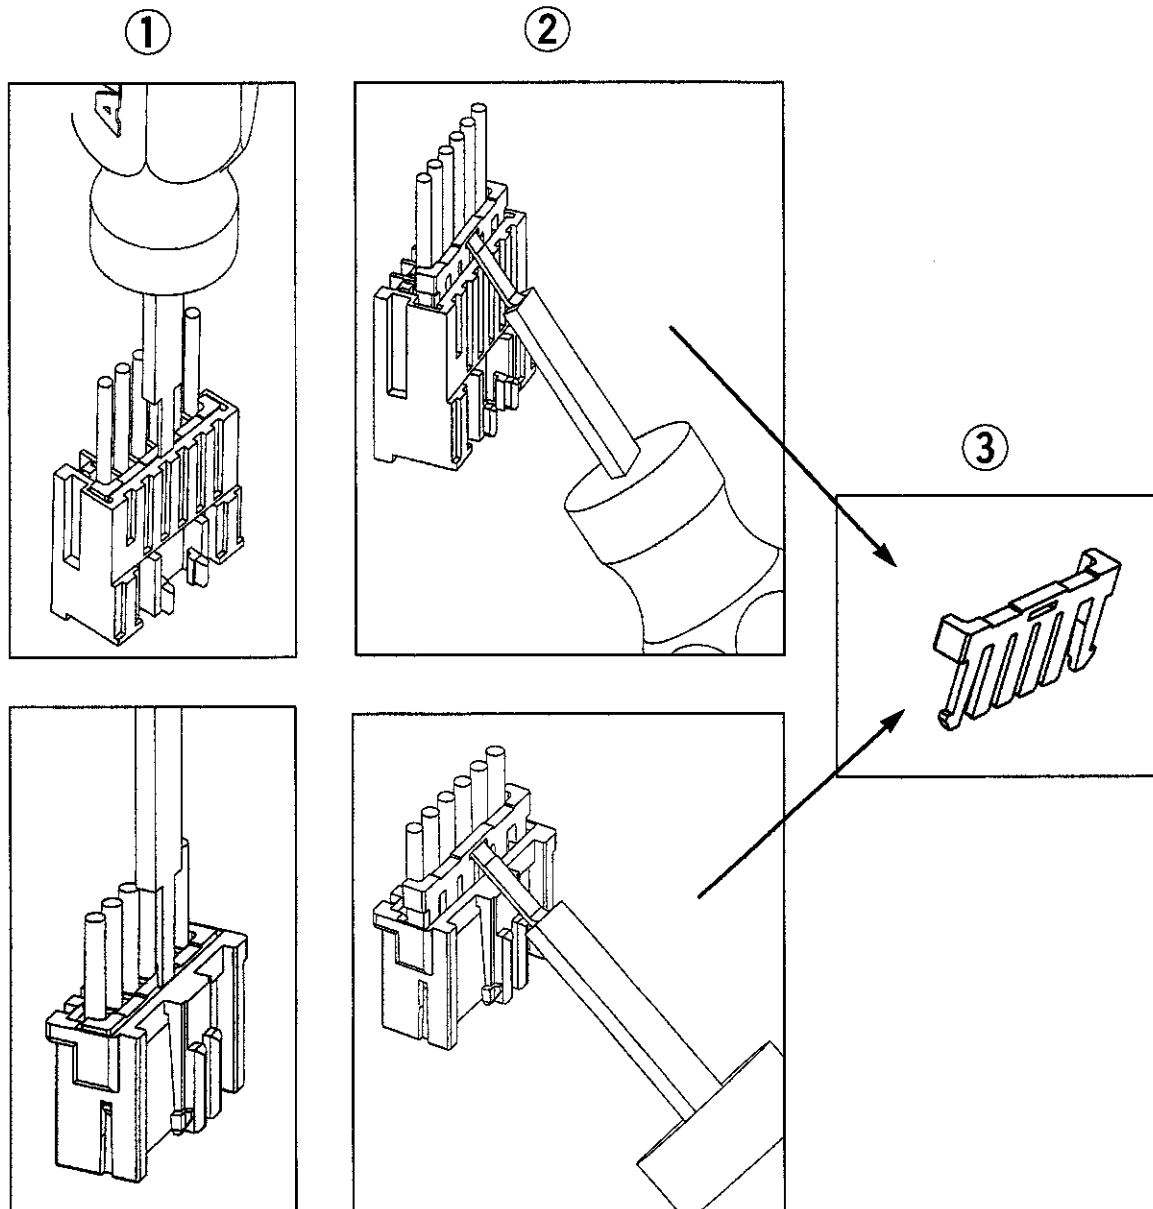

Fig. 2
2. 工具の先端をダブルロックプレートの溝に引っ掛けるようにして倒し、プレートを引き出す。(Fig.2)
2. As the tip of a tool is hooked on the slot of a double lock plate, push it down on it, and pull out a plate. (Fig.2)